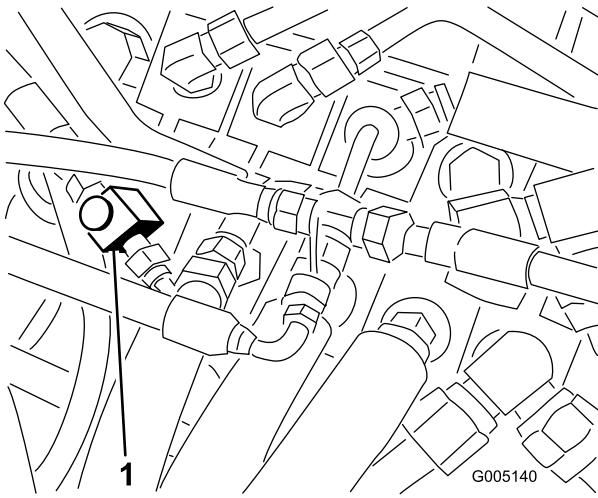

Bild 46
1. Heben Sie den Sitz hoch und machen das auf dem Hauptregulierventil befindliche Stromventil ausfindig (Bild 46).